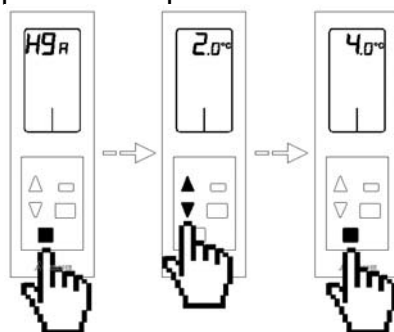

Fig. 77
- Isteresi di attivazione per il cambio combinato HGR :** Questa opzione permette di definire il differenziale di temperatura tra la temperatura ambiente e quella impostata sui termostati con la quale in modo di funzionamento caldo combinato  si utilizzi l'impianto aeraulico più l'impianto radiante (temperatura ambiente al disotto del differenziale impostato) oppure si utilizzi solo l'impianto radiante (temperatura ambiente al disopra del differenziale impostato). Se si desidera modificare questo parametro, premere $\square$, ed il valore inizierà a lampeggiare ad indicare che siamo all'interno del sottomenù; il menù consente di modificare questo parametro in valori compresi tra 10° e 7° con salto di 1° . Se selezioniamo 7° significa che con il modo caldo combinato selezionato, l'installazione utilizzerà sempre insieme l'impianto aeraulico e quello radiante. Utilizzare le frecce $\triangle \nabla$ per modificare il valore e premere $\square$ per confermare. (Fig.77)